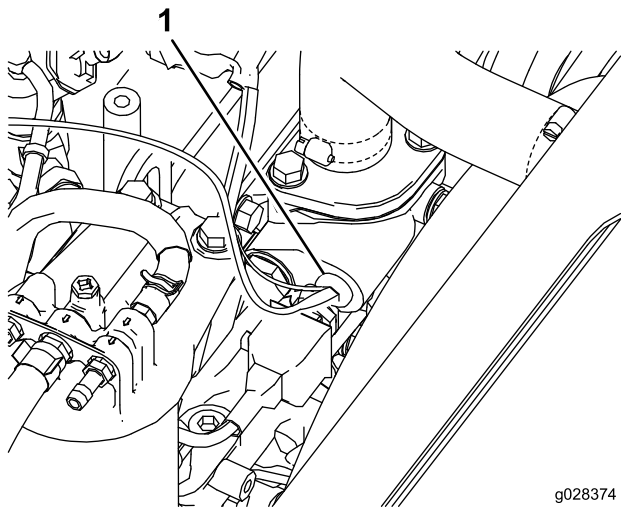

Figura 20
- Desconecte los cables y retire el interruptor térmico del lado izquierdo del alojamiento del termostato del motor (Figura 20).